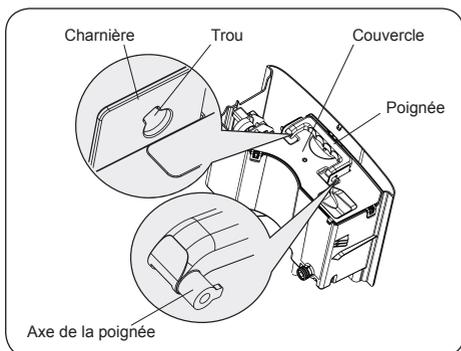

FIG. 7 – Démontage de la poignée du réservoir
1. Positionner l'axe de la poignée de manière à ce que sa forme particulière soit alignée avec le trou de même forme sur les charnières (voir la figure 7). Écarter les deux charnières pour libérer et retirer la poignée.